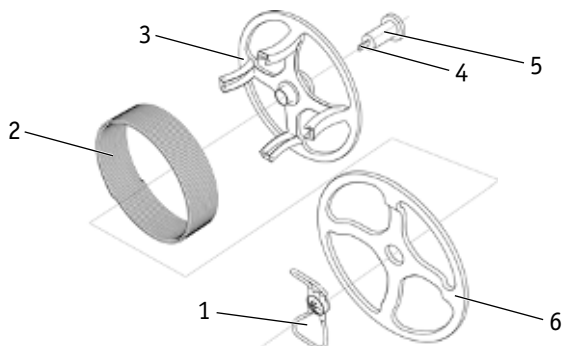

Рис. 8.3. Схема конструкции барабана проволоки.
1. Згрузите сварочную проволоку в барабан для проволоки (см. рис. 8.3).